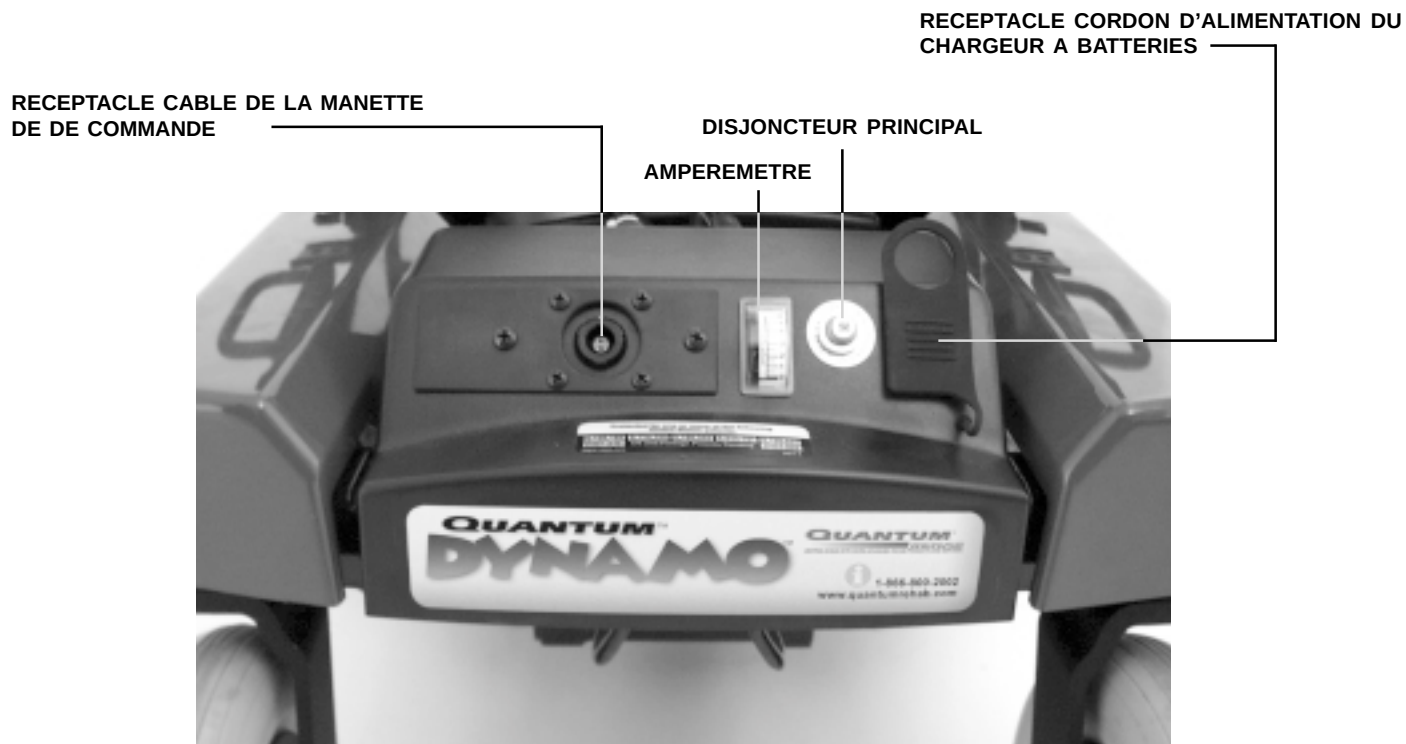

Figure 3. Vue arrière de la base motorisée -- Boîtier de branchement
- **Réceptacle du câble du module du commande:** Pour le branchement de la manette au contrôleur. Voir la figure 3.
- **Ampèremètre:** Celui-ci affiche l'ampérage produit par le chargeur. Voir la figure 3.
- **Réceptacle du cordon d'alimentation du chargeur à batteries:** Endroit où vous branchez le courant lorsque vous rechargez les batteries. Voir la figure 3.
1. Débranchez le câble de manette sur le boîtier électronique. Voir la figure 3.